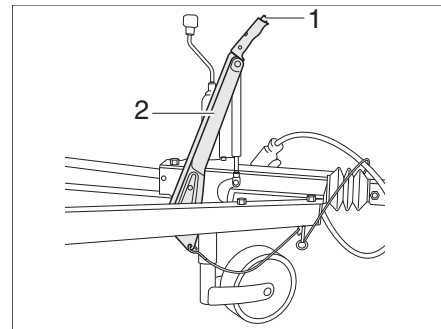

Fig. 14 Variante: Frein à main
- Pour desserrer, appuyer sur le bouton de sûreté (Fig. 14,1) et abaisser le levier de frein (Fig. 14,2).